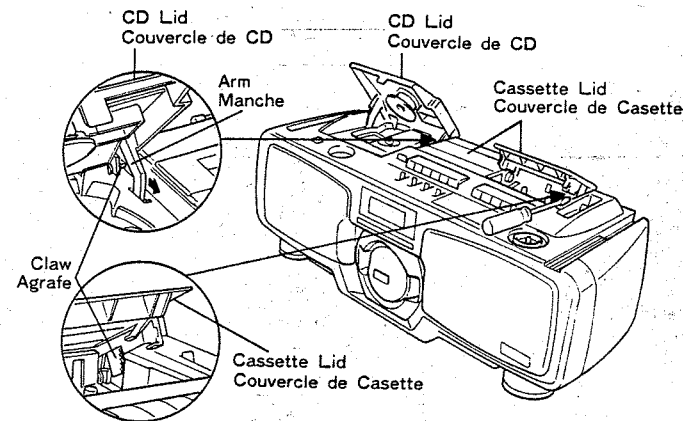

Fig. 8
**13. Couvercle de cassette (Fig. 8)**
**14. Couvercle de CD (Fig. 8)**